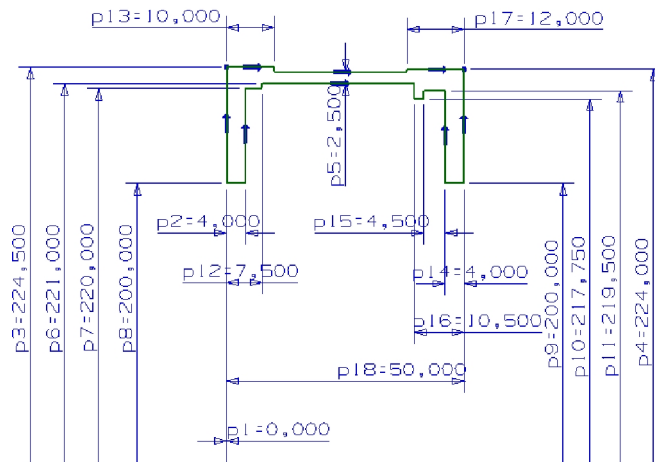

Рис. 52. Образмеренный эскиз промежуточного кольца
5. Расставьте размеры и взаимосвязи, определяющие геометрию меридионального сечения промежуточного кольца. Законченный эскиз должен выглядеть, как показано ниже (Рис. 52).